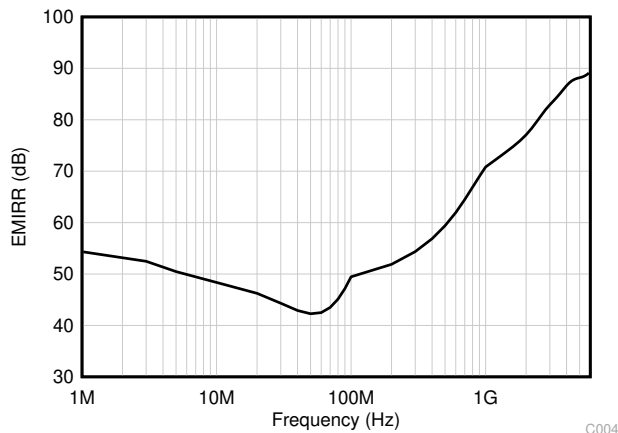

图 6-1. EMIRR 测试
TLV915x-Q1 使用集成电磁干扰 (EMI) 滤波功能来降低干扰源 (如无线通信设备以及混合使用模拟信号链和数字元件的高密度电路板) 产生的 EMI 效应。利用电路设计技术提高 EMI 抗扰度；TLV915x-Q1 可从这些设计改进中受益。德州仪器 (TI) 已具备在 10MHz 至 6GHz 宽频谱范围内准确测量和量化运算放大器抗扰度的能力。图 6-1 展示了对 TLV915x-Q1 执行此测试的结果。表 6-1 提供了 TLV915x-Q1 在实际应用中通常会遇到的特定频率下的 EMIRR IN+ 值。运算放大器的 EMI 抑制比应用手册包含了与运算放大器相关的 EMIRR 性能主题详细信息，该手册可从 www.ti.com 下载。